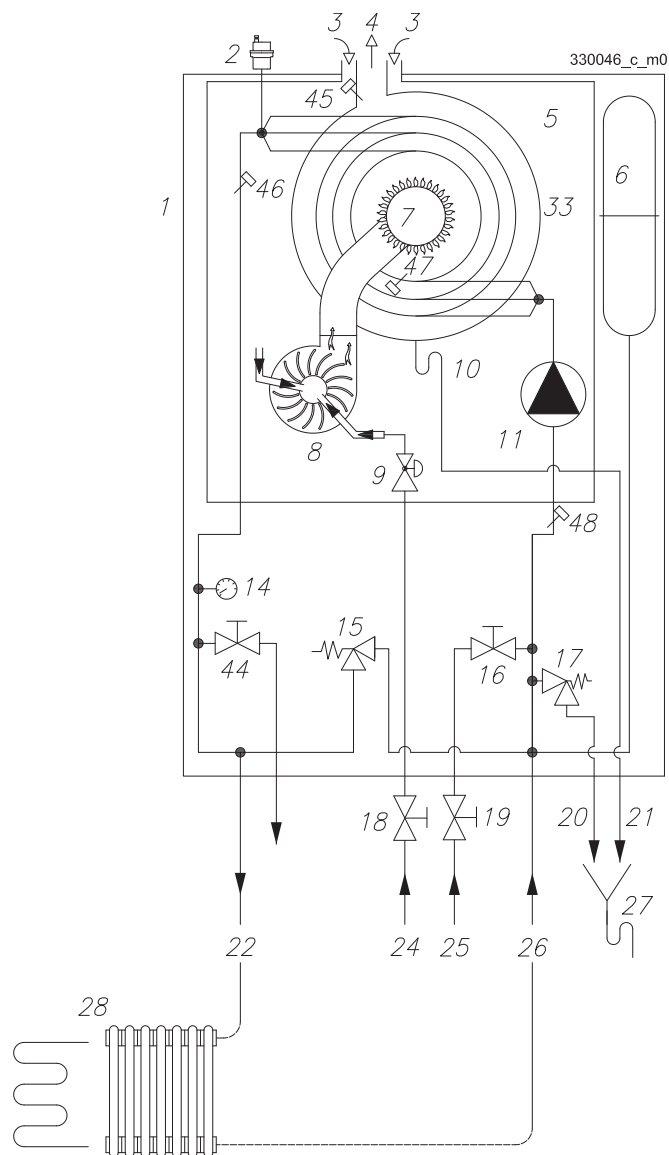

Figura 4-3 - Modelli 24C - 34C
**“C”** - Con questo apparecchio si può realizzare un impianto per il solo riscaldamento centralizzato con gli elementi riscaldanti funzionanti ad una temperatura compresa fra 30°C e 80°C. Un esempio di questa tipologia di impianto è esemplificato in Figura 4-3.